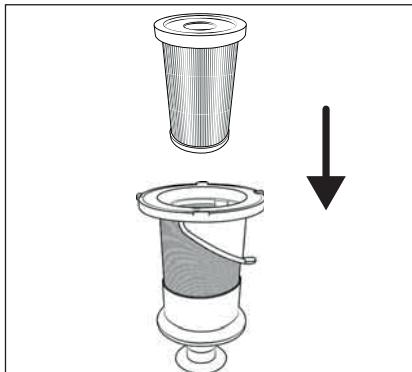

Fig. 24
- Ne tournez pas le filtre en acier inoxydable ⑥ lorsque vous l'insérez dans le bac à poussière ⑦. Aidez-vous des deux repères placés sur le filtre en acier inoxydable ⑥ et sur le bac à poussière ⑦ pour insérer correctement le filtre en acier inoxydable ⑥.
- 7) Insérez le filtre EPA ⑤ dans le filtre en acier inoxydable ⑥ (voir fig. 24).